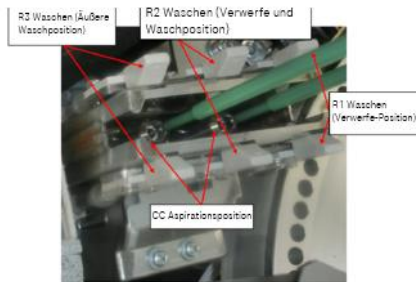

Abbildung 3.8 Waschposition
- Nutze Haken 6 als Referenzposition und stelle den Haken über die X- und Y-Richtung ein (Abbildung 3.8)
- Pulsanpassung durchführen, um den Abstand zwischen Waschstation und R2-Sonde einzustellen, $33 \pm 0,5$ mm (Abbildung 3.8 und 3.9)
- Pulsverstellung durchführen, sodass der Abstand zwischen Waschstation und R2-Sonde $20 \pm 0,5$ mm beträgt (Abbildung 3.8 and 3.9)
- Pulsanpassung durchführen, sodass der Abstand zwischen Waschstation und R2-Sonde $7 \pm 0,5$ mm beträgt (Abbildung 3.8 and 3.9)